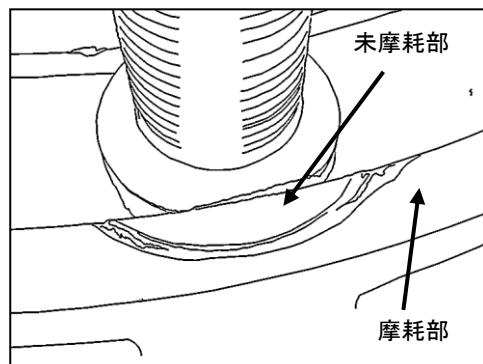

図 2 A 部詳細
- 1) アクスルのスピンドル部は、図 2 に示す箇所の亀裂、損傷がないかを点検する。